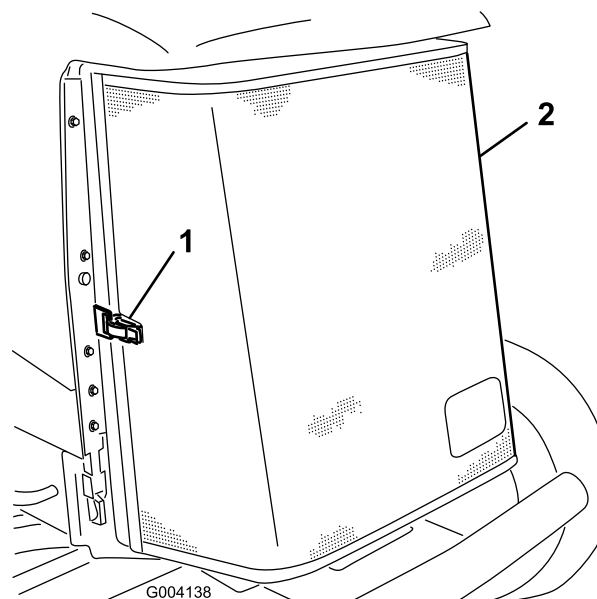

Figure 68
- Déverrouillez l'attache et ouvrez la grille arrière (Figure 68).